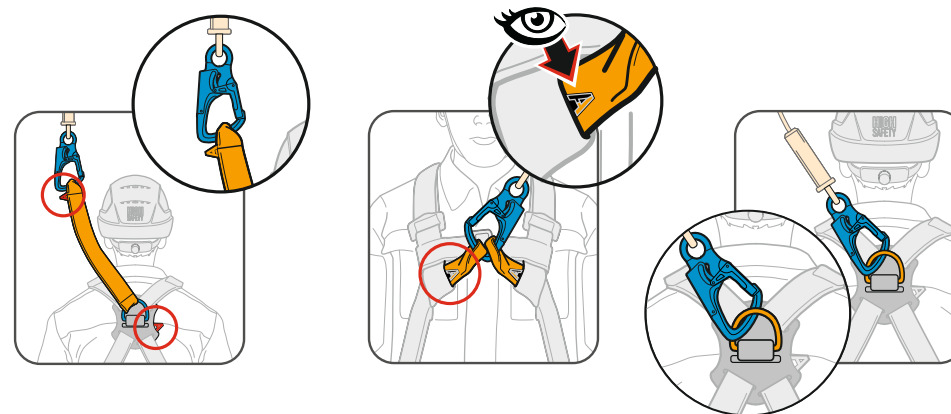

Рис. 13 Соединение СЗВТ KLĚN с точками крепления на привязи.
4. Соединить СЗВТ карабином с запорной блокировкой защелки с точкой крепления привязи с маркировкой «А» (буква «А» должна быть полностью закрашена) (рис. 13) или соединив одновременно с двумя точками крепления, обозначенными половиной буквы «А».
6. Соединить СЗВТ карабином класса Т с точкой крепления привязи с маркировкой «А» (буква «А» должна быть полностью закрашена) (рис. 13) или соединив одновременно с двумя точками крепления, обозначенными половиной буквы «А».